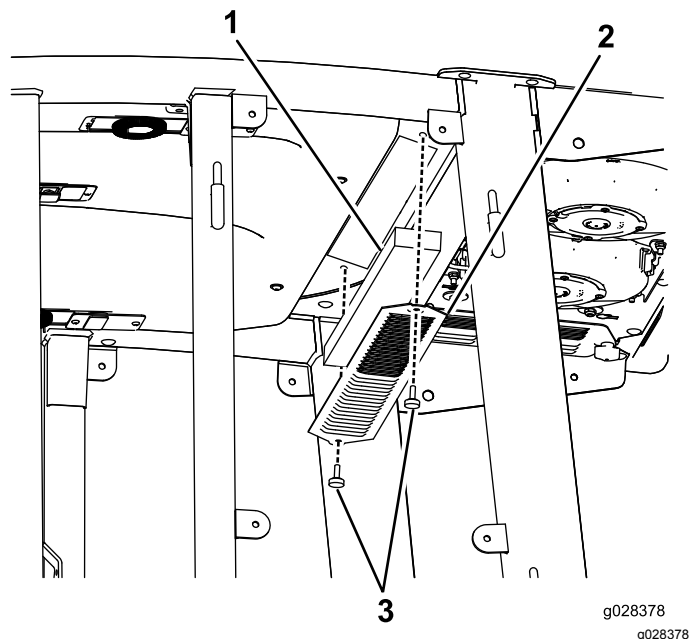
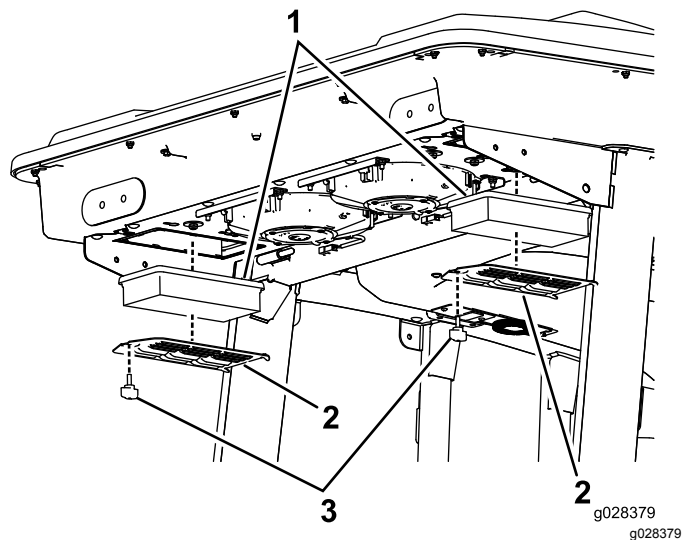

Figura 93
Figura 94
1. Remova os parafusos e as grelhas dos filtros de ar interior e traseiro da cabina (Figura 93 e Figura 94).